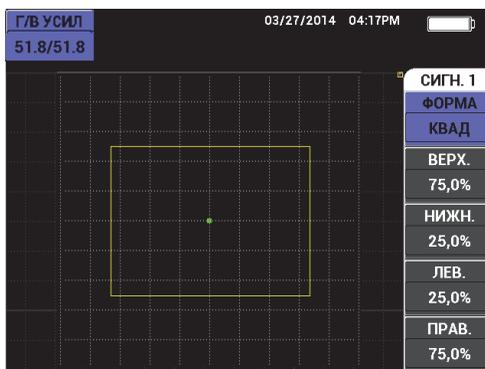

Рис. 5-242 Меню Сигнализация
- Нажмите клавишу А, чтобы выделить параметр **ФОРМА**, с помощью ручки регулятора установите желаемый тип сигнализации: **КВАД**, **РАЗВ.**, **СЕКТОР** или **ПОЛЯР**. (см. Рис. 5-242 на стр. 315).